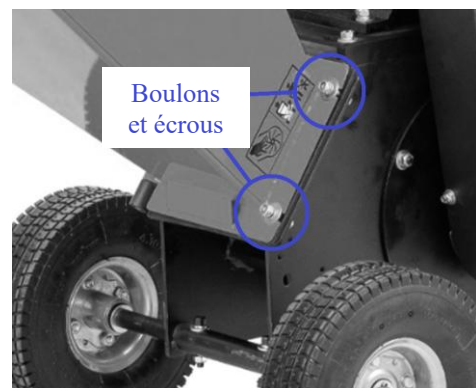

Fig. 4c
- Fixez la trémie d'alimentation en place à l'aide des boulons (a) et écrous (b) fournis, comme illustré à la figure 4c.